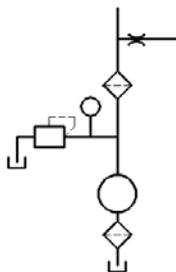

图 17.8.19 绘制圆弧
(2) 绘制图 17.8.19 所示的两条圆弧。
① 确认状态栏中的 **正交模式** 按钮处于显亮状态。
② 绘制圆弧。选择下拉菜单 **绘图** \rightarrow **圆弧** \rightarrow **三点** 命令，在绘图区合适位置选取三点，完成图 17.8.19 所示的圆弧的绘制。
③ 选择下拉菜单 **修改** \rightarrow **镜像** 命令，选取步骤②绘制的圆弧为镜像对象，按 **Enter** 键结束选择，在步骤（1）绘制的水平直线上选取一点为镜像线的第一点，然后在该直线上选取另一点作为镜像线的第二点，在命令行中输入字母 N 后按 **Enter** 键。结果如图 17.8.19 所示。